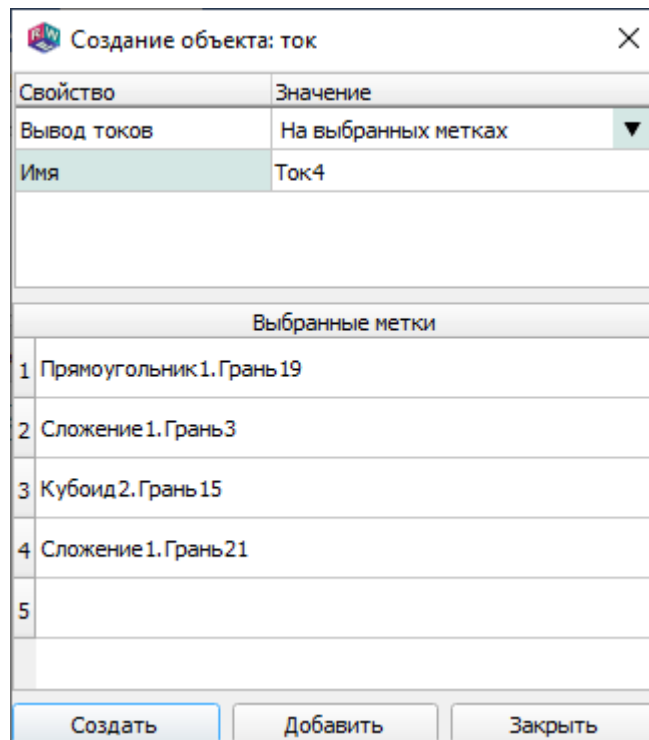

Рис. 92
12.6.4. Для использования данного способа расчета в окне «Создание объекта: ток» выбрать значение «На выбранных метках» и выделить в окне визуализации необходимые элементы геометрической модели. Названия выбранных элементов в порядке их выделения будут отображены в списке «Выбранные метки» (рис. 92).